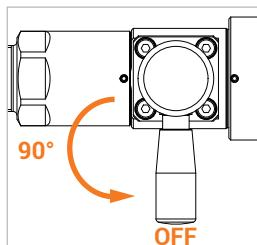

Figure 3
- ▶ Actionnez le levier à main (Pos. 3) de la vanne d'arrêt à 90° pour le fermer/le mettre en position OFF (*Figure 3*).